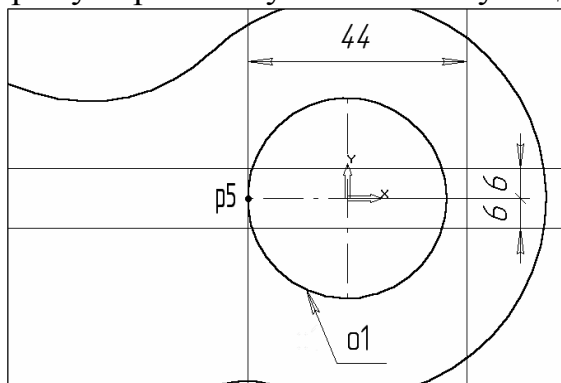

Рис. 3.21.
22. За допомогою кнопки *Збільшити масштаб*  рамкою збільште ділянку деталі, як це показано на рис. 3.21.